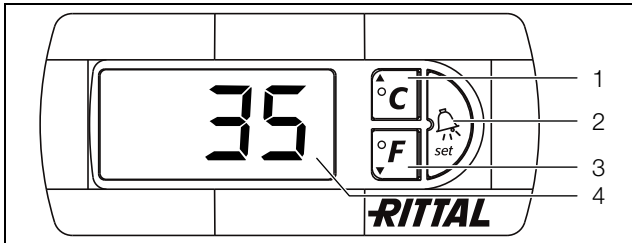

Abb. 18: Comfortcontroller
Der Comfortcontroller verfügt über eine 7-Segment-Anzeige (Abb. 18, Pos. 4). Auf ihr wird nach dem Einschalten der Stromversorgung zunächst für ca. 2 Sekunden die aktuelle Softwareversion angezeigt.
Die Programmierung des Gerätes nehmen Sie über die Tasten 1 – 3 (Abb. 18) vor. Die Parameter dazu erscheinen ebenfalls in der Anzeige.
- Drücken Sie gleichzeitig die Tasten 1 und 2 (Abb. 18) für mindestens 5 Sekunden.
Mit den Tasten 1, 2 und 3 (Abb. 18) können Sie 24 Parameter innerhalb der vorgegebenen Bereiche (Min.-Wert, Max.-Wert) verändern.